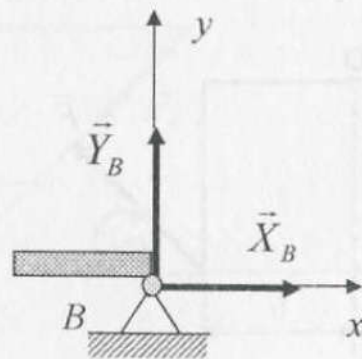

Рис. 9
2. Шарнирно-неподвижная опора (рис. 9) допускает только поворот вокруг оси шарнира и не допускает никаких линейных перемещений. Реакция такой опоры будет направлена перпендикулярно оси шарнира, модуль и направление ее заранее не известны. Обычно при решении задач такую реакцию разлагают на две взаимно перпендикулярные составляющие, не известные по модулю, но известные по направлению.